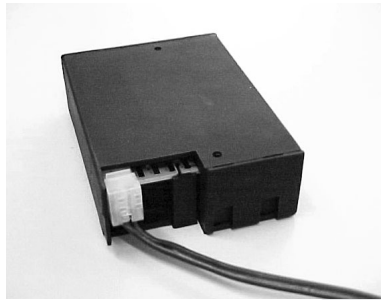

fig. 8
- Schieben Sie den weißen Stecker des Anschlußkabels hinten auf die Printplatte des Empfängers (Fig. 8).